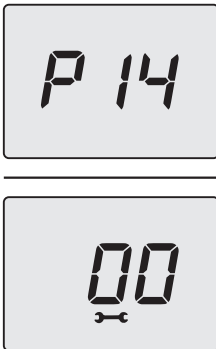

Figura 5.37
- Pulse durante 1 s el botón 14 (Figura 5.33) para entrar en el parámetro seleccionado. El display mostrará lo siguiente (Figura 5.37).